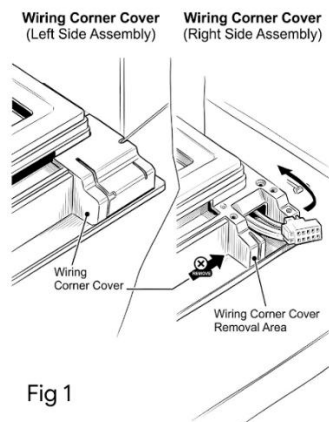

Fig 1
1. Insérer un levier fin ou une sonde dans la jonction du couvre-corniche en plastique du côté contenant le faisceau de câblage de la porte. Soulevez doucement pour libérer les languettes en plastique. Faites bouger le couvercle en plastique pour sortir du coin du cadre de porte, en veillant à ne pas tirer ou abîmer le câblage exposé en dessous. (Fig. 1)
câblage en premier. Alignez-le avec la fente vide du cadre d'angle et appuyez fermement avec vos doigts jusqu'à ce qu'il s'enclenche solidement, laissant une finition propre et sans couture. (Fig. 1)